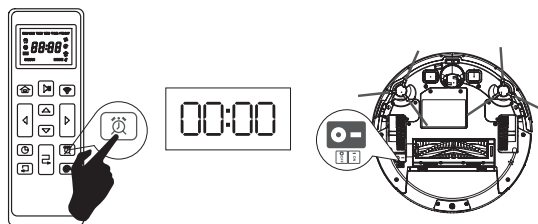

Рис. 15
- выключите пылесос нажатием кнопки на нижней панели — в этом случае график уборки будет отменен автоматически (Рис. 15).